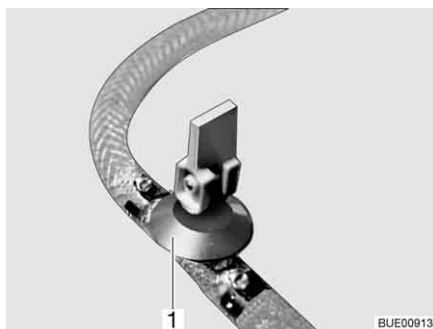
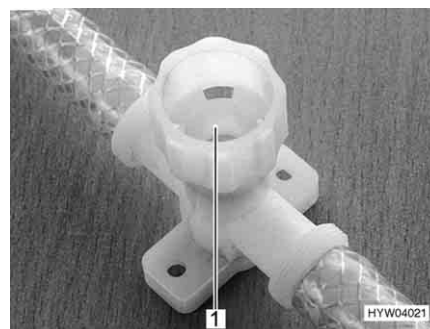

Fig. 248 Rubinetto di scarico (con leva a bilancere)
Fig. 249 Rubinetto di scarico (con tappo a vite)
- Chiudere tutti i rubinetti di scarico. Mettere la leva a bilanciere del rubinetto di scarico (Fig. 248,1) orizzontale o chiudere il coperchio del rubinetto di scarico (Fig. 249,1) in senso orario.